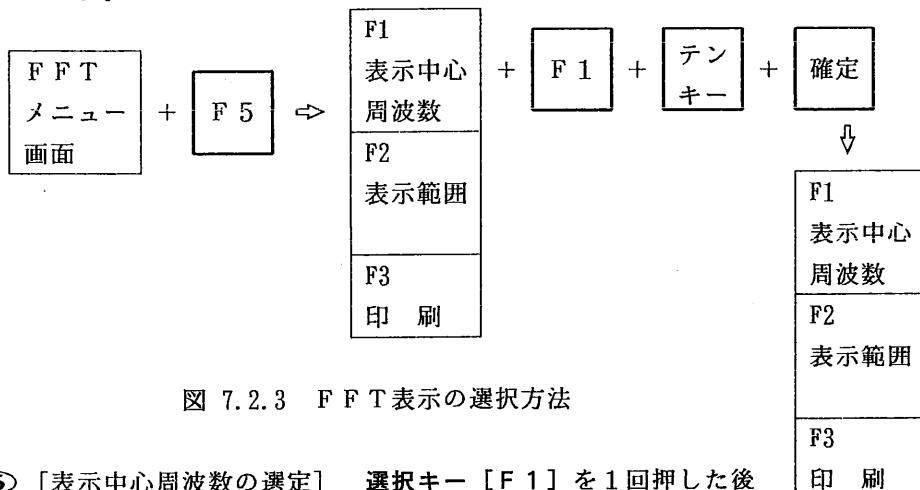

図 7.2.3 FFT 表示の選択方法
- ③ [窓関数の選択] [自動] モードを選択すると、窓関数は自動的に [矩形] に設定されます。選択キー [F 3] を押してもメニューエリアには選択メニューが表示されません。
- ④ [表示様式の選定] 選択キー [F 5] を1回押します。図 7.2.3のメニューが表示されます。